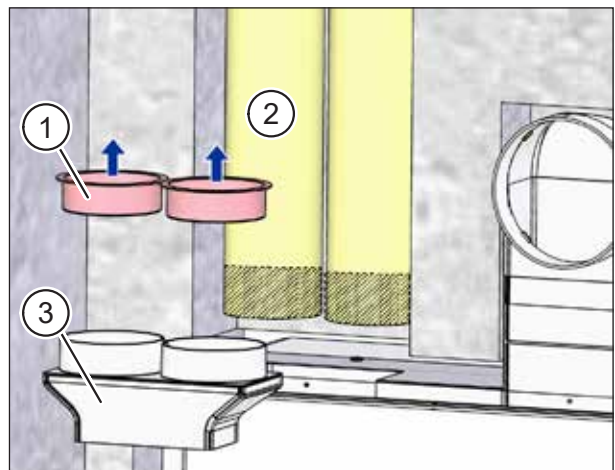

Abb. 27: Flexrohre ablängen
- ▶ Entfernen Sie die roten Schutzdeckel (Pos. 1 in Abb. 27) auf dem Flexrohranschluss (Pos. 3 in Abb. 27).
- ▶ Kürzen Sie die Flexrohre (Pos. 2 in Abb. 27) so weit, dass sich der Flexrohranschluss (Pos. 3 in Abb. 27) mit den eingesetzten Flexrohren in die Öffnung am Mauerkasten einschieben lässt.